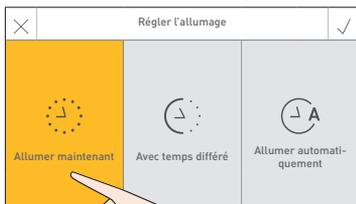
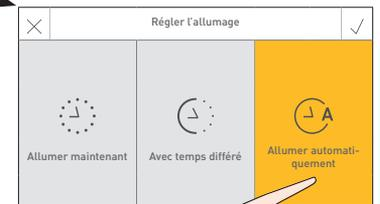

Fig. 15
Fig. 17
► Sélectionner le type d'allumage souhaité – Fig. 15 – Fig. 17.